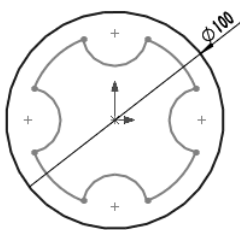

图 2.11.12 编辑后的草图
Step 7 退出块编辑环境，若再次进入草图环境，则草图如图 2.11.12 所示。